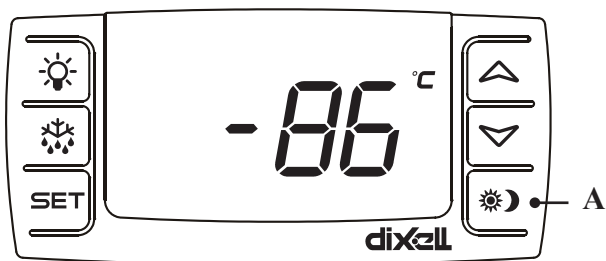

Abb. 4
Das Gerät ist mit einer elektronischen Steuerung ausgerüstet (Abb. 4)
**Hinweis:** Wenn Sie das Gerät einschalten drücken Sie bitte die Taste „A“, (Abb. 4) damit die Alarmfunktion aktiviert wird.
Durch Betätigen von „A“ wird die Alarmfunktion deaktiviert (Abb. 4). Am Display wird „OFF“ angezeigt. Danach die Netzversorgung ausschalten.